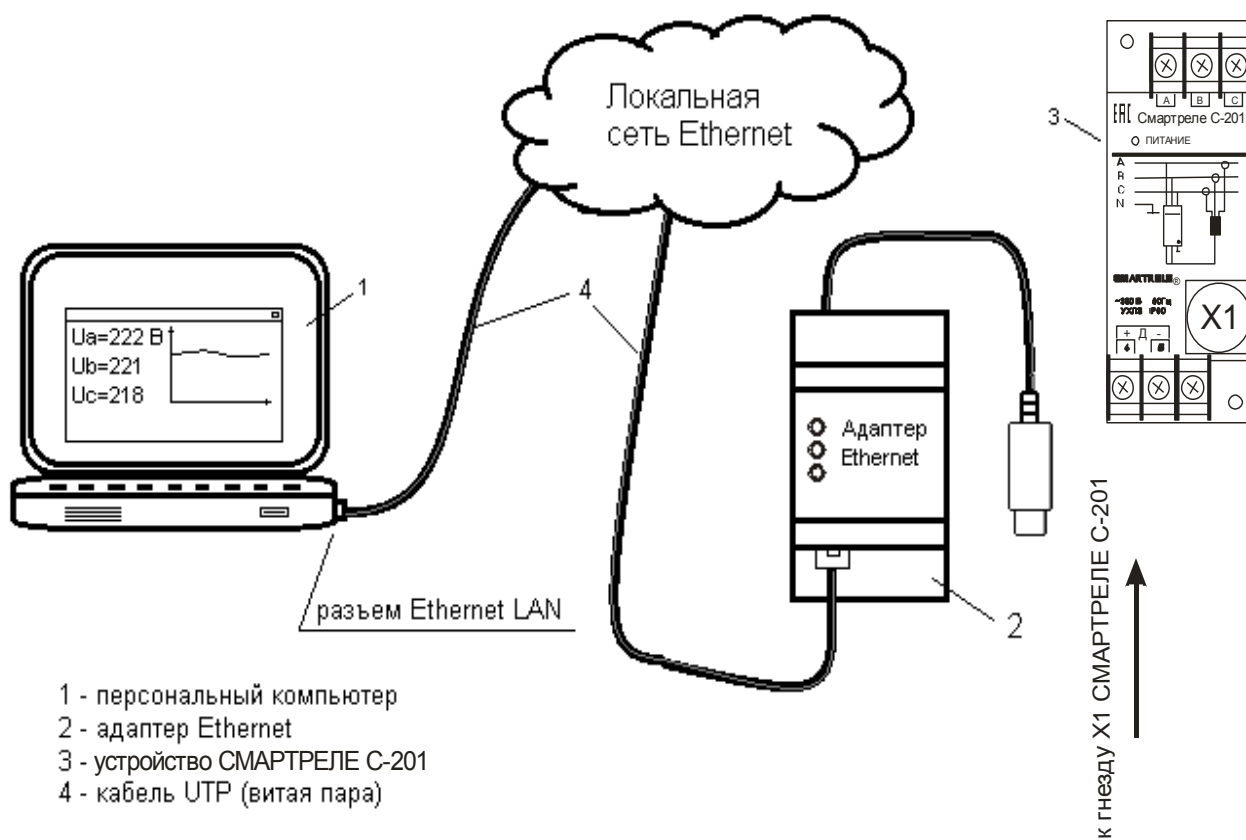

Рисунок 10 – подключение устройства СМАРТРЕЛЕ С-201 в локальную вычислительную сеть при помощи адаптера Ethernet
4.11 Соединение устройства с ПК может быть выполнено посредством аппаратных средств интерфейса Ethernet (рис.10).